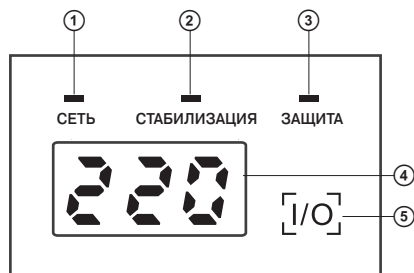

Рис. 1. Панель управления
4. ОПИСАНИЕ (см. рис. 1, 2 и 3)
- ① СЕТЬ: индикатор (зеленый), горит когда стабилизатор включен
- ② СТАБИЛИЗАЦИЯ: индикатор (желтый), горит в режиме стабилизации
- ③ ЗАЩИТА: индикатор (красный), горит в случае аварии (включение защиты от высокого/низкого напряжения, срабатывание термозащиты автотрансформатора), мигает при отработке задержки включения
- ④ Цифровой индикатор: по умолчанию отображает уровень выходного (входного) напряжения (погрешность отображения $\pm 3\%$); «Н» – отображается при отключении из-за повышенного напряжения; «L» – отображается при отключении из-за пониженного напряжения; «С» – отображается при срабатывании защиты от перегрева; Во время паузы в окошке индикатора отображается обратный отсчет времени (до включения стабилизатора).
- ⑤ I/O: кнопка выбора отображения на индикаторе входного (Input) или выходного (Output) напряжения
- ⑥ Кронштейны для настенного крепления
- ⑦ Выходная розетка
- ⑧ Пауза: кнопка выбора задержки (6 или 180 с) включения: при нажатой кнопке время задержки включения составит 180 с, при ненажатой – 6 с
- ⑨ RESET/OFF: биметаллический размыкатель
- ⑩ Шнур питания